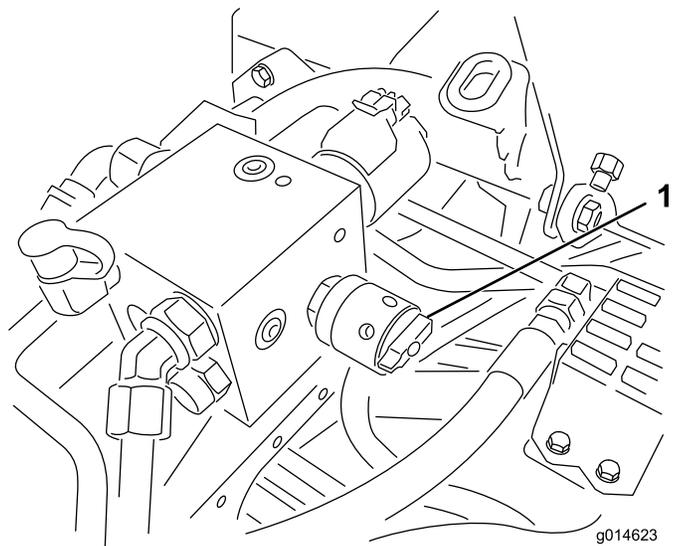

図 39
- リールの速度を設定するには、ノブ（図 39）を回して、ノブの矢印を、所定の番号に合わせる。